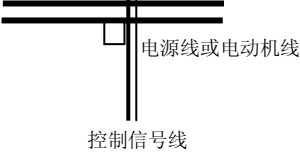

图 3-14 系统配线要求
- (1) 变频器到电动机的线缆(U、V、W 端子引出线)应尽量避免与电源线(R、S、T 或 R、T 端子输入线)平行走线。应保持 30 厘米以上的距离。
(2) 变频器输出 U、V、W 端子三根电机线尽量置于金属管或金属布线槽内。
(3) 控制信号线应采用屏蔽电缆，屏蔽层与变频器 PE 端相连，靠近变频器侧单端接地。
(4) 变频器 PE 端接地电缆不得借用其它设备接地线，必须直接与大地相连。
(5) 控制信号线不能与强电电缆(R、S、T 或 R、T 与 U、V、W)平行近距离布线，不能捆扎在一起，保持 20~60 厘米(与强电电流大小有关)以上的距离。如果要相交，则应相互垂直穿越，如图 3-14 所示。
(6) 控制信号和传感器等弱电接地线必须与强电接地线分别独立接地。
(7) 禁止在变频器电源输入端(R、S、T 或 R、T)上连接其它设备。